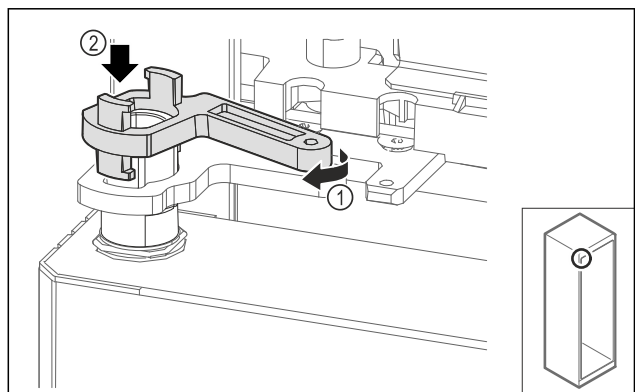

Fig. 70
- ▶ Vergrendeling lagerbok iets draaien Fig. 70 (1) en op de huls plaatsen Fig. 70 (2).